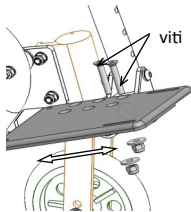

fig. 10.3: Regolazione profondità
- **Regolazione profondità del poggiapiedi** (fig. 10.3):